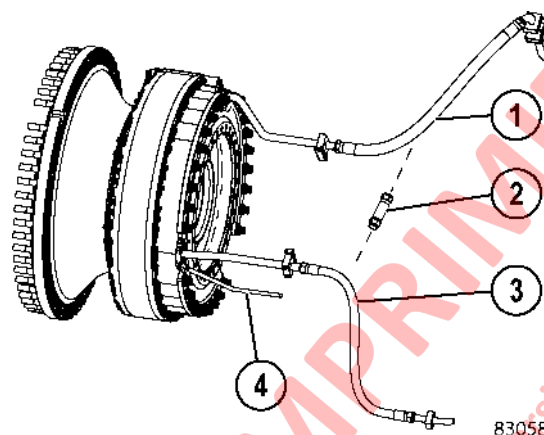

FIGURA 10-7. DUCTOS DE FRENO DE RUEDAS DELANTERAS
11. En el conjunto de freno delantero izquierdo, conecte las mangueras de enfriamiento (Figura 10-7 3 & 1) con adaptador (2). Tape los conectores abiertos en el conjunto de freno. En el freno delantero derecho, conecte las dos mangueras de enfriamiento juntas usando otro adaptador. Tape los conectores abiertos en el conjunto del freno.